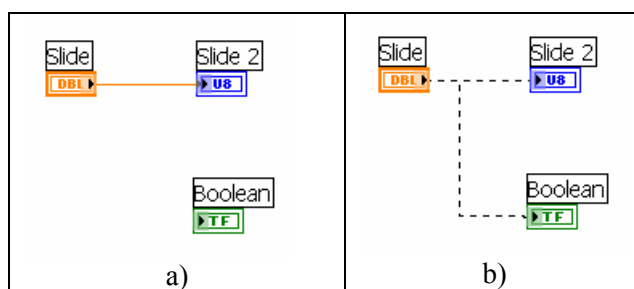

Fig. 2.11. a) două terminale ce pot procesa aceleași date conectate; b) conectarea unui terminal diferit duce la întreruperea firului și între primele două
- cablarea între module care suportă date diferite. În general, când se încearcă să se cupleze module care schimbă date diferite, **LabVIEW**-ul atenționează desenând legătura dintre ele ca un fir întrerupt de culoare neagră. Trebuie avut în vedere că “întreruperea” unei legături între două module se datorează conectării unui al treilea, care nu procesează același tip de date ca primele două, așa cum se poate observa în fig.2.11.